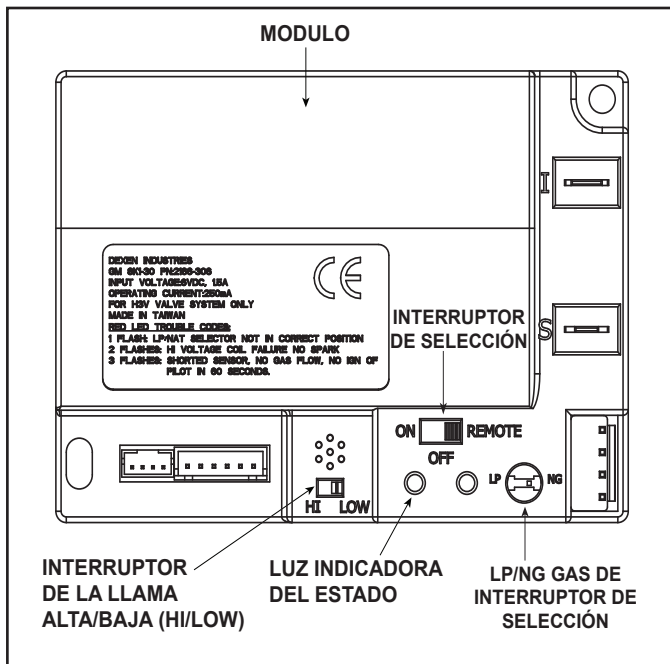

Figura 2.3 Módulo de control
1. El módulo de control cuenta con un interruptor de selección ON/OFF/REMOTE que controla las siguientes funciones. Consulte la Figura 2.3.